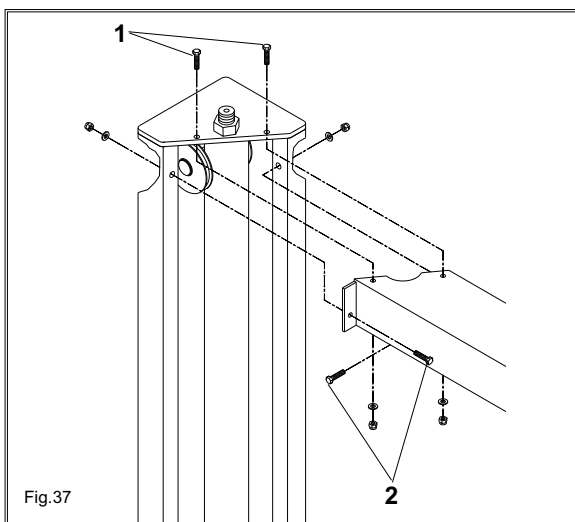

Fig.37
8 - Prendere la trave superiore, imbragandola con il mezzo di sollevamento, posizionarla alla sommità delle colonne e fissarla alla piastra superiore con le 4 viti TE M8x25 (1) e alla colonna con le 4 viti TE M8x20 (2) e con i dadi esagonali e le rondelle piane (Fig.37).
8 - Sling the upper beam with the lifting unit, place it on top of the posts and fix to the upper plate with the 4 HH screws 8x25 (1) and to the column with the 4 HH screws 8x20 (2) and with hex. nuts and the flat washers (Fig.37).